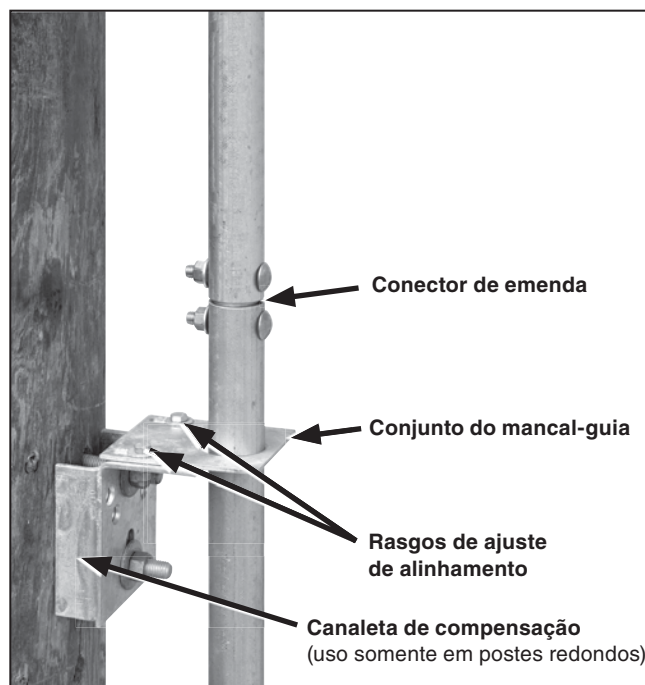

Figura 10. Conjunto do mancal-guia e conector de emenda (posições intermediárias).
- PASSO 9.** Repita o Passo 7 se estiverem especificados mancais-guia adicionais. O acoplamento entre seções intermediárias do tubo é realizado com conectores de emenda. Ver Figura 10. Insira o conector de emenda por dentro da seção superior do tubo e alinhe os furos. Insira o parafuso francês de pescoço serrilhado no tubo e no acoplamento e prenda com a porca e arruela fornecidos. Dê o aperto no parafuso francês até que o pescoço serrilhado encaixe nos furos tanto do tubo quanto do acoplamento. Em seguida insira a seção inferior do conector de emenda na próxima seção do tubo. Alinhe os furos e insira o segundo parafuso francês de pescoço serrilhado no tubo e no acoplamento, apertando da mesma maneira que para o primeiro parafuso.